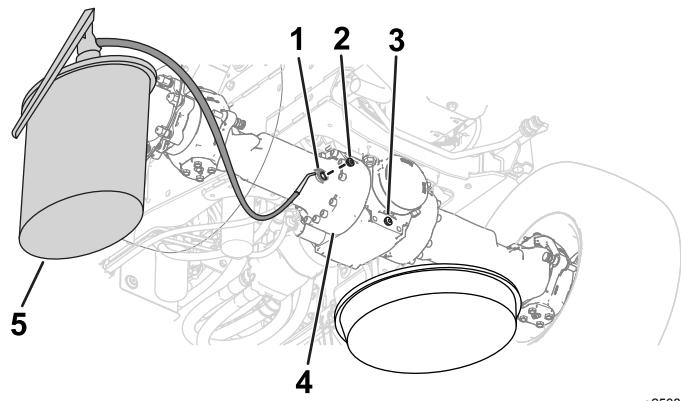
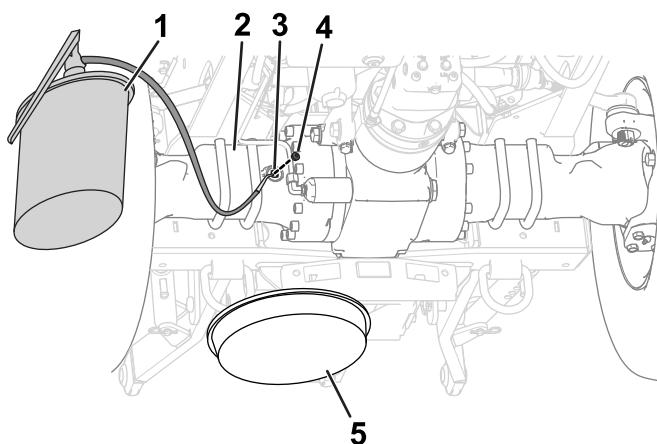

図 99
図 100
5. 目視点検ポートとドレンポートにそれぞれプラグを取り付ける図 99と図 100。
6. アクスルの目視点検ポートから、所定のオイルを入れる。ポートのねじ切り部までオイルを入れる図 99と図 100。
8. 目視点検ポートにプラグを取り付ける図 99と図 100。